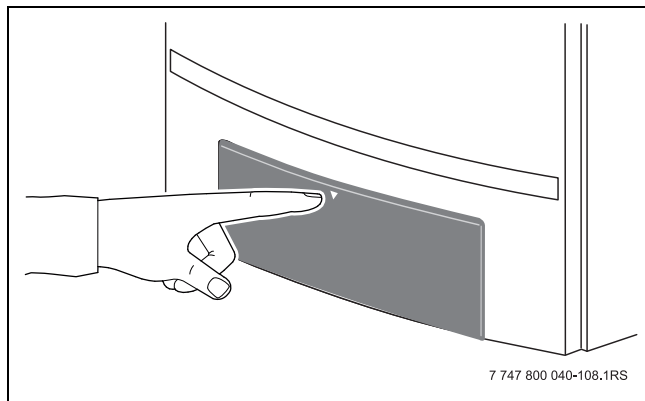

Fig. 2 Aprire lo sportellino
- Aprire lo sportello con una breve pressione, per accedere al pannello di comando del dispositivo di controllo di base (→ fig. 2).